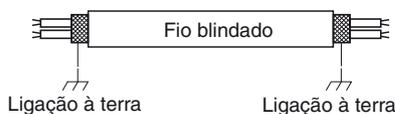

Fig. 4-6
- (5) Utilize fios blindados para a instalação eléctrica de controlo entre unidades (c) e ligue a blindagem à terra em ambos lados; caso contrário, pode ocorrer um mau funcionamento devido ao ruído. (Fig. 4-6) Ligue os fios como mostrado na Secção “4-3. Diagramas do sistema eléctrico”.